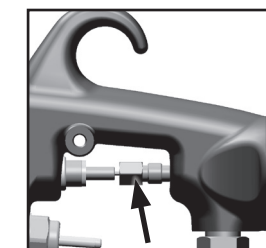

Fig. 8
2. Dévisser à fond l'écrou de garniture d'aiguille (voir fig. 8).
8. Serrer doucement l'écrou de garniture d'aiguille. NE PAS SERRER EXCESSIVEMENT. (voir fig. 8).
10. Actionner le pistolet avec du produit et régler le serrage de l'écrou de garniture juste assez pour éviter la fuite de produit. (voir fig. 8).